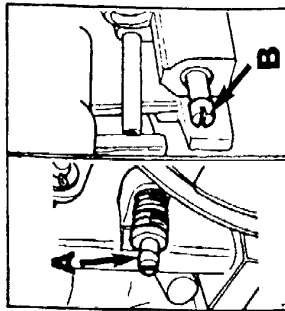

Рис. 1 Регулировочные винты частоты вращения холостого хода (А) и винт качества смеси (В)
- б) Если частота вращения холостого хода выходит за допустимые пределы, отрегулируйте ее винтом регулировки холостого хода (А, Рис. 1).
- в) Если концентрация СО выходит за допустимые пределы, произведите регулировку винтом качества смеси (В, Рис. 1).